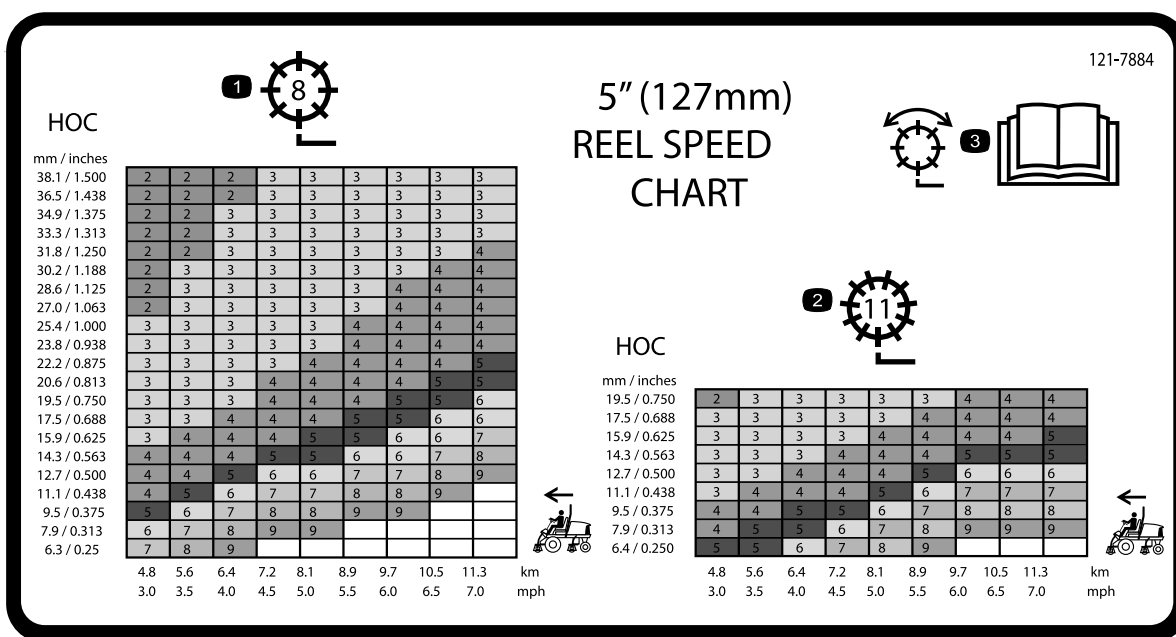
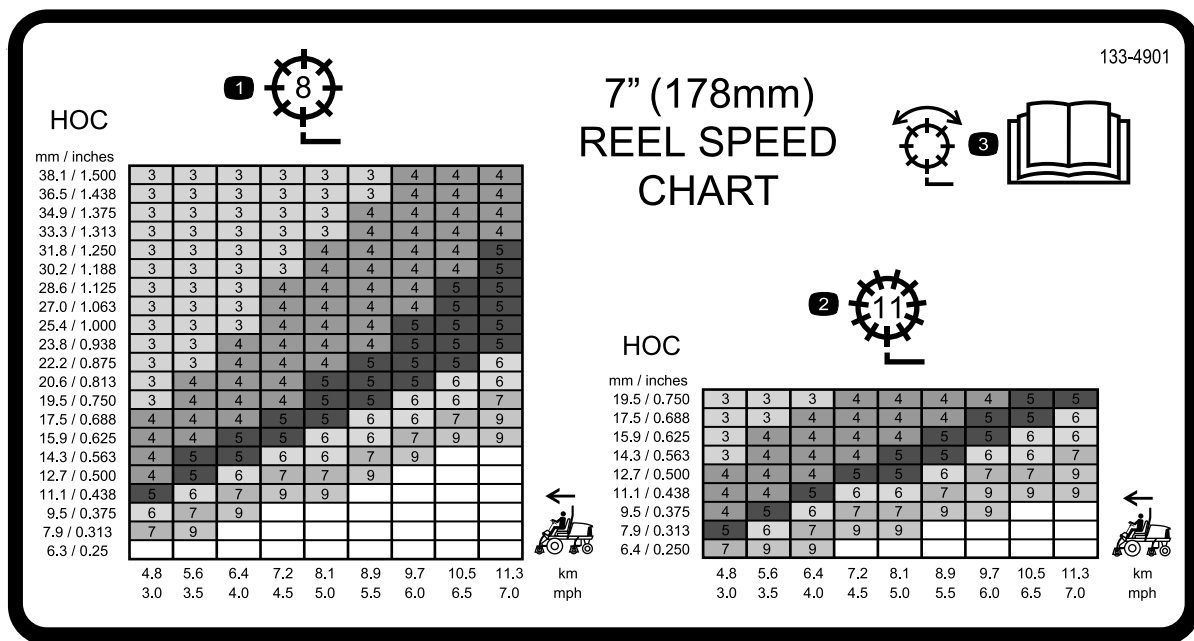

图 40
図 41
3. リール速度チャート図 40と図 41を参考にして、適切なリール速度を選択する。